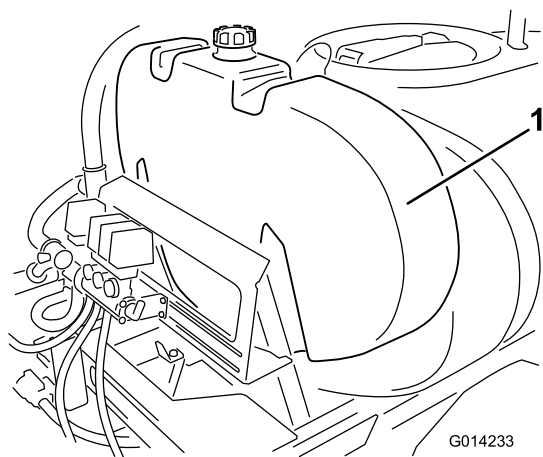

Figura 9
1. Instale o depósito de lavagem como se mostra na Figura 9.